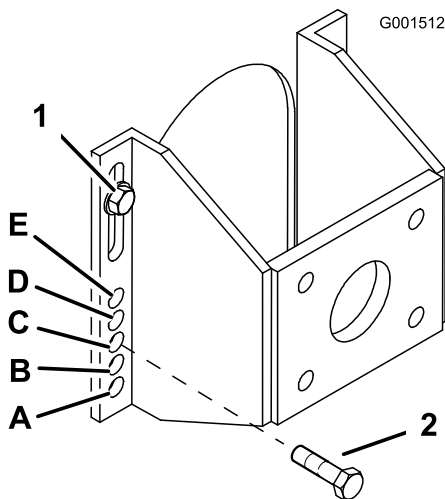

Figura 17
5. Afloje, sin retirarlos, los 2 pernos superiores del eje (Figura 17).
6. Retire los 2 pernos inferiores del eje (Figura 17).
7. Eleve o baje el soporte de montaje para poder instalar los 2 pernos de ajuste del eje en el taladro deseado (Figura 17). Utilice un punzón cónico para ayudar a alinear los taladros.